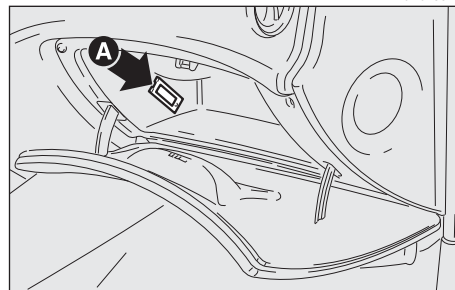

fig. 60
- Estrarre la plafoniera spingendo con un cacciavite sulla linguetta (**A-fig. 60**).